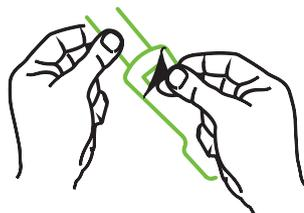

Figura 13-10 Retirada del material de protección del sensor
- 2 Retire y deseche el material de protección del sensor (Figura 13-10).